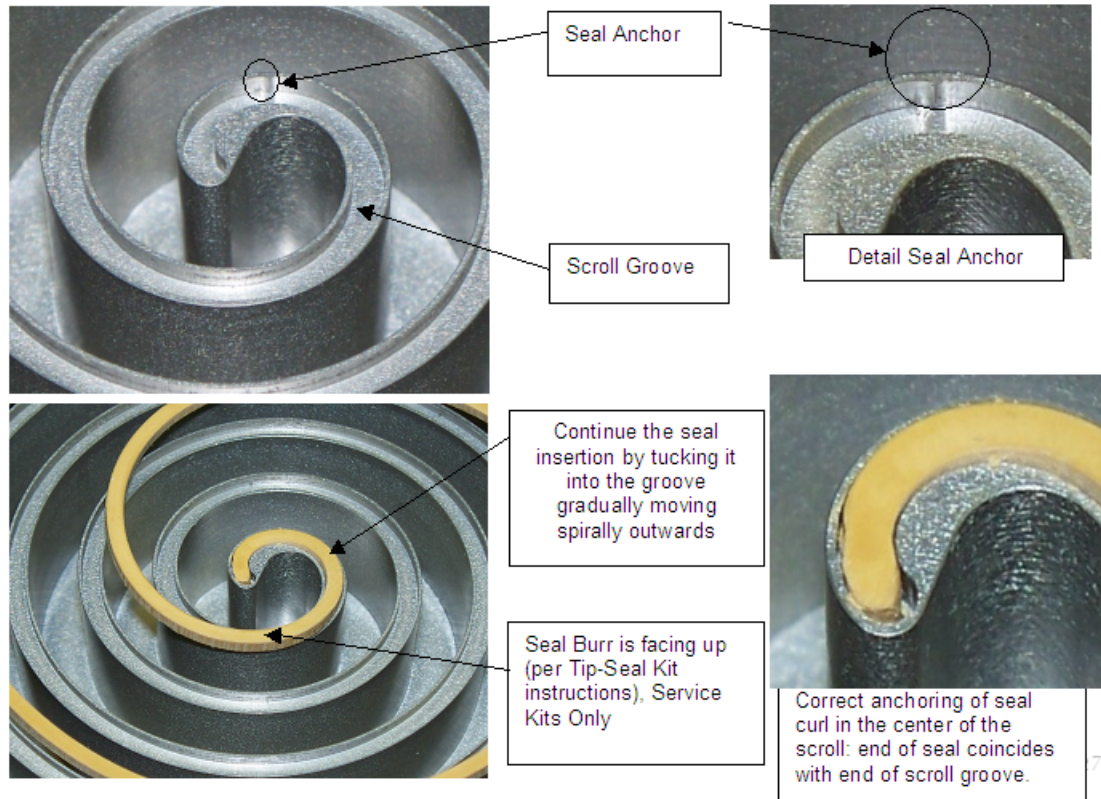

Figura 11 Asiento del cierre de la punta
- a. Con las rebabas de corte de los bordes del cierre enfrentadas, hacia arriba, inserte el extremo bien rizado en el centro de la voluta orbitante, hasta que el cierre quede bien asentado en la ranura y el anclaje dentro de la ranura sobresalga dentro del lado de cierre (Figura 11). Es posible que sea necesario presionar con firmeza para que el cierre asiente bien en la ranura. El cierre queda correctamente instalado cuando se asienta en su totalidad en la ranura, sobresaliendo apenas ligeramente encima de la parte superior.